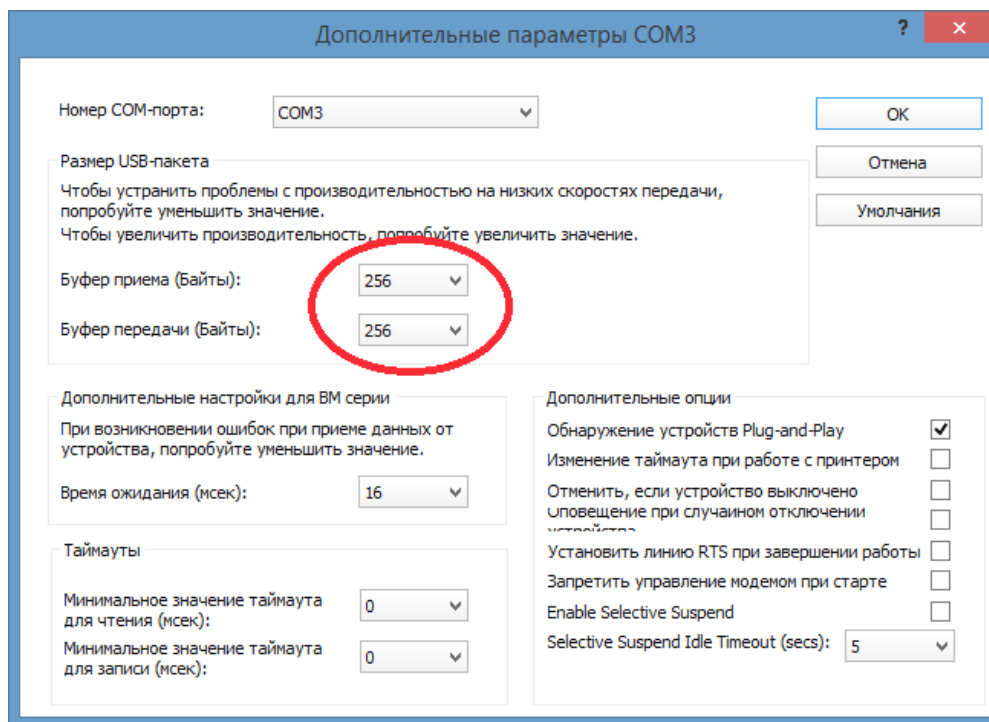

Рисунок 9
4) в открывшемся окне дополнительных параметров задать размер 256 байт для буфера приема и буфера передачи (рисунок 9);